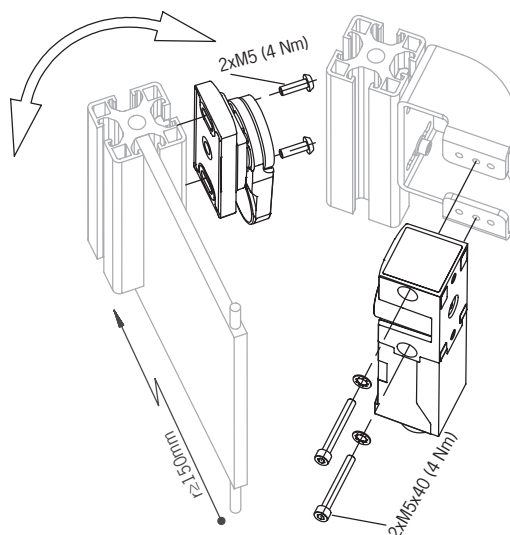

Figura 2: Ejemplo de montaje
- › Respete los radios de puerta mínimos (véase la *Figura 2: Ejemplo de montaje en la página 10*).